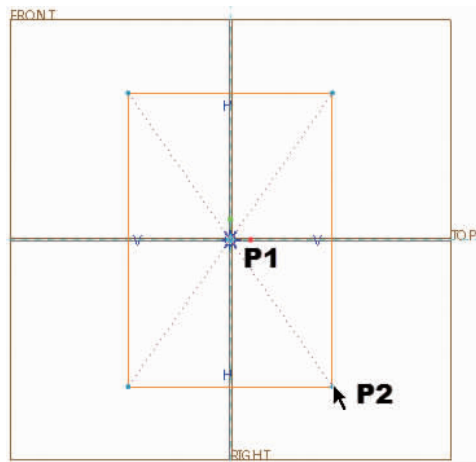

图 3-20 绘制矩形
(3) 移动光标到两个参照线的交点,如图 3-20 中的 P1 点,单击,确定矩形中心位置。
(4) 移动光标到合适位置,初步确定矩形大小,如图 3-20 中的 P2 点,然后单击,完成中心矩形的绘制。
(5) 单击鼠标中键,结束矩形工具。